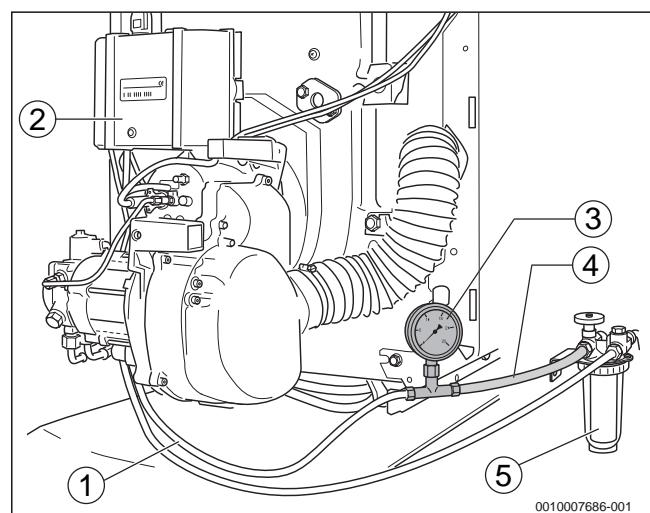

Рис. 19 Топливный фильтр, вакуумметр и прозрачный шланг
- Подсоедините вакуумметр (→ рис. 19, [3]) с прозрачным шлангом (→ рис. 19, [4]; дополнительное оборудование) между топливным фильтром (→ рис. 19, [5]) и всасывающим топливопроводом (→ рис. 19, [1]).
- ▶ Контролируйте отсутствие пузырьков воздуха во всасываемом топливе, идущему по прозрачному шлангу (→рис. 19, [4]).
- ▶ Закройте запорный кран на топливном фильтре (→рис. 19, [5]) и демонтируйте прозрачный шланг (→рис. 19, [4]) с вакуумметром (→рис. 19, [3]).
- ▶ Подсоедините всасывающий топливопровод (→рис. 19, [1]) к штуцеру на топливном фильтре.